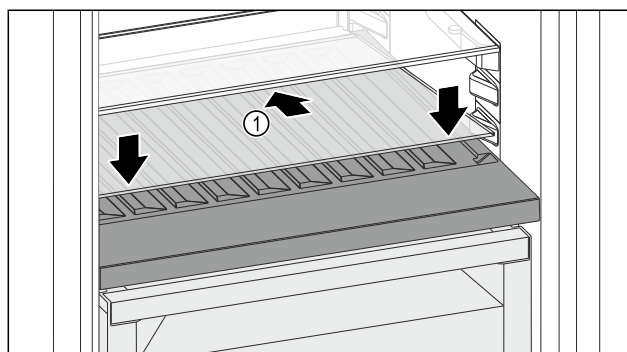

Fig. 166
- Postavite staklenu ploču Fig. 166 (1) ukoso, nagnutu straga prema dolje.
- Staklenu ploču Fig. 166 (1) podignite sprijeda.